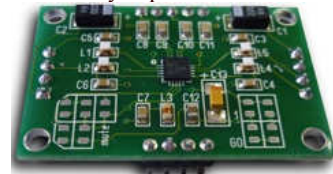

Рис. 25 Усилитель
15. **Усилитель** (рис. 25) увеличивает громкость звука, поступающего с модуля радио.